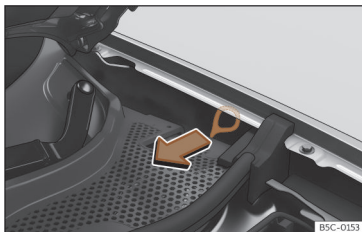

Fig. 208 Entre a lateral esquerda e a dobradiça do capô do motor: Puxador para o desbloqueio manual de emergência do conector de carregamento.
O puxador para o desbloqueio manual de emergência encontra-se no lado esquerdo do habitáculo dianteiro, por cima da tomada de carregamento»» **Fig. 208** .
- Puxe a alavanca»» **Fig. 208** .